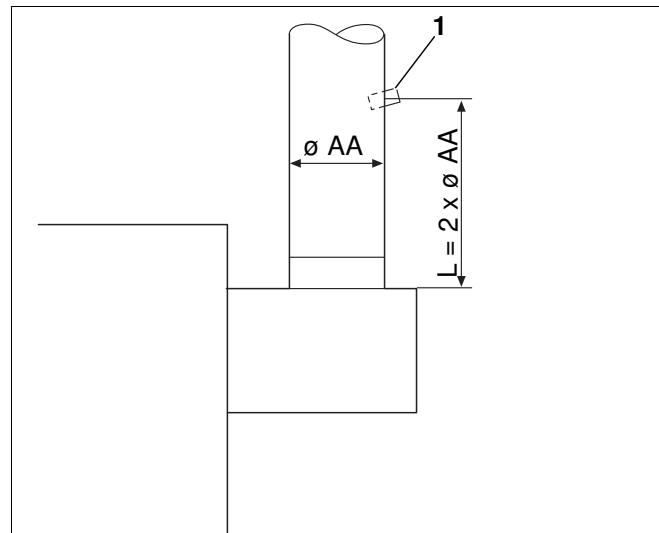

Рис. 28 Проведение замеров
Для проведения приведенных далее измерений нужно на присоединительном участке системы дымовых газов сделать отверстие для замеров (Рис. 28, поз. 1). Расстояние от прерывателя тяги должно быть равно двум диаметрам дымовой трубы (AA).
- Точку замера на присоединительном участке (Рис. 28, поз. 1) разместить на стороне, отвернутой от котла. Для этого просверлить отверстие диаметром 8 мм.